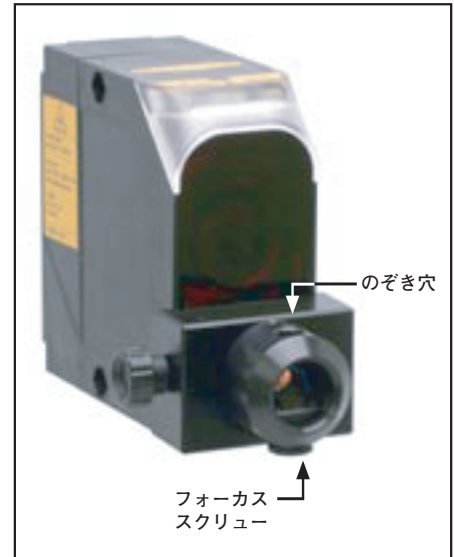

Fig.9 調整補助スコープ、センサにマウントした状態
調整補助スコープの使用。長距離における回帰反射型モデルの調整を正確に行うには、調整補助スコープ(Fig.9参照)を使用すると便利です。スコープを使用すると、反射板から位置が外れていたり、長距離(50m以上)であったりする場合でも、可視光パイロットレーザースポットにより簡単に調整可能です。
- センサ前面のレーザー投光部上に、Fig.9のように調整補助スコープをマウントします。